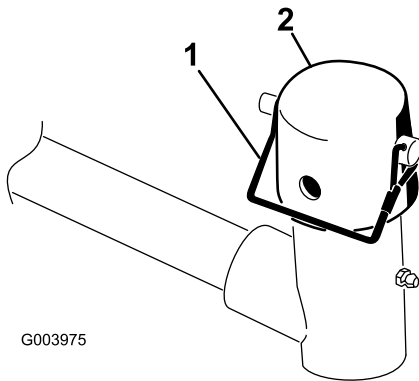

Figura 9
7. Retire el pasador de seguridad y la chaveta del conjunto de pasador y cordón de seguridad de la horquilla de pivote del brazo de elevación. Luego, retire el tapón (Figura 9).
11. Sujete el tapón y el eje del bastidor de tiro a la horquilla del brazo de elevación con el pasador de seguridad (Figura 9).